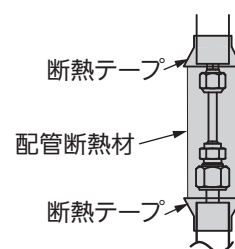

図 7
6. フレアナット・配管接続部に付属の配管断熱材を巻きつけた後、接続部の隙間に付属の断熱テープを巻いてください。(図 7)